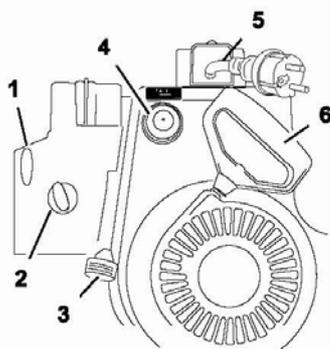

Рисунок 21.
7. Запустите двигатель, используя ручной или электрический стартер. (Рис. 21).